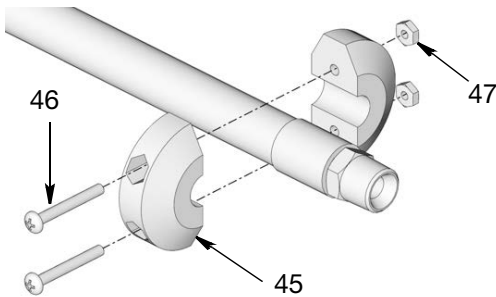

ABB. 14
- Die Kugelarretierung und das Dosierventil wieder anbringen (ABB. 14).
- Schraubzwinde abnehmen (A).